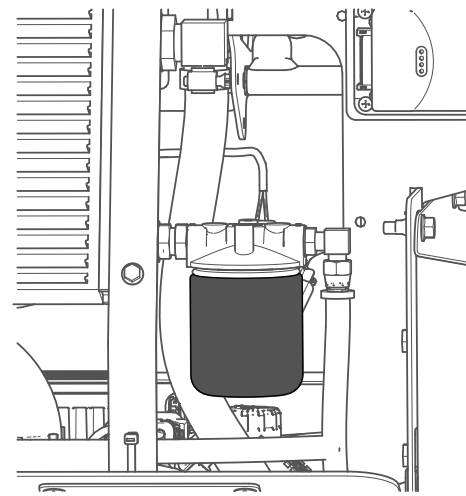

Bild 51
- A. Suchen und entfernen Sie den kleinen Hydraulikfilter (Bild 51).